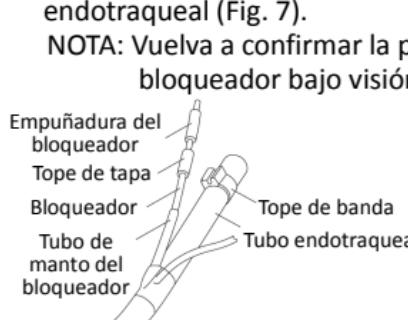

Fig. 6
1. Mueva el tope de la tapa y gírelo (si es necesario), y móntelo en el tubo del manto del bloqueador (Fig. 6).